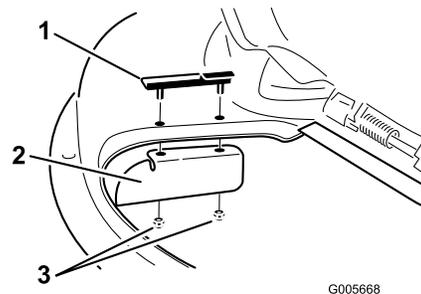

Figura 13
2. Montate il deflettore di scarico sui colonnini di montaggio del fermaglio. Figura 13. Fissate il deflettore sul tosaerba con i due dadi di bloccaggio (5/16 pollice).